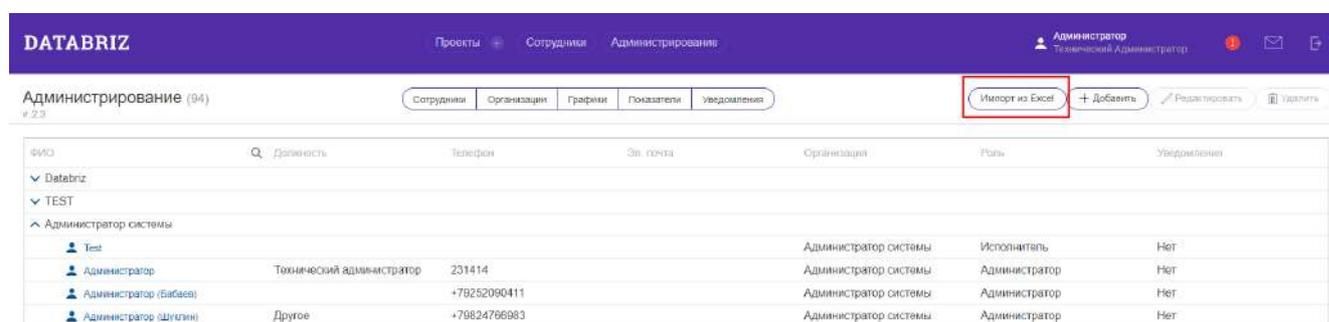

Рисунок 45 — Переход к форме импорта
4. Система откроет экран «Администрирование»: выберите элемент «Импорт из Excel» (см.рис.45);